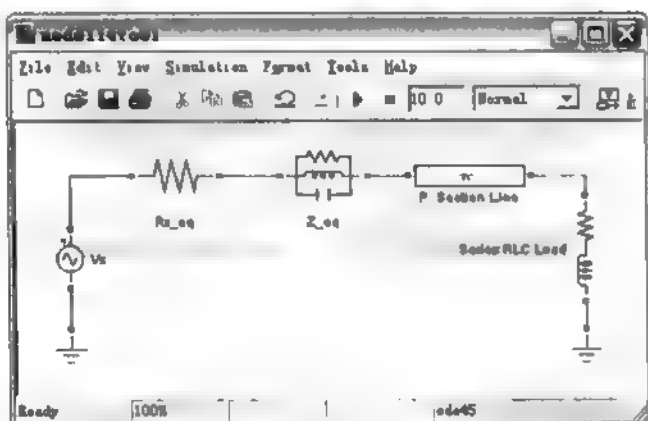

图 14.14 建立完成后的模型图
(11) 从 Elements 模块组中复制 Ground 模块到模型窗口，或者直接复制模型中已存在的 Ground 模块。
(12) 连接剩余的模块，最后得到模型如图 14.14 所示。